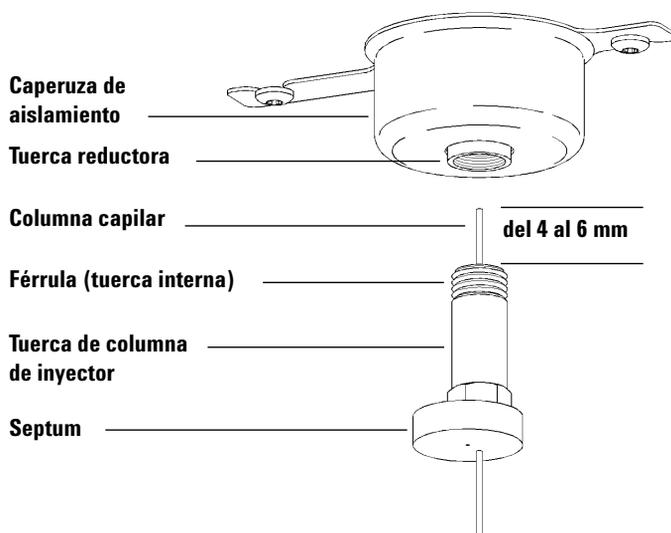

Figura 4 Instalación de una columna capilar en un inyector split/splitless
- 7 Coloque la columna de forma que sobresalga de 4 a 6 mm del extremo de la ferrula (Figura 4).